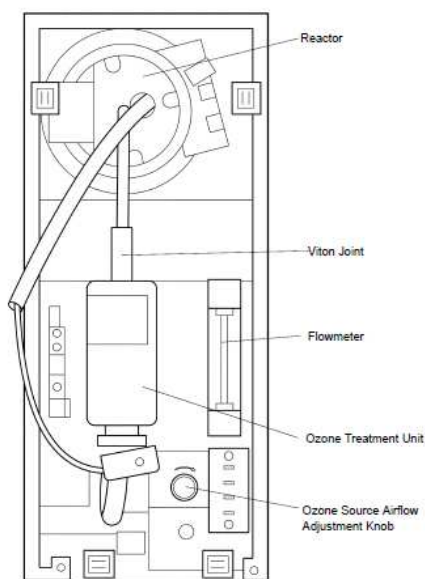

Figura 4.3.2 – Vista interior da unidade TNM - 1.
Na Figura 4.3.2 estão detalhados o interior da unidade de TN, como a unidade de tratamento de ozônio, reator, medidor de fluxo, botão de ajuste do fluxo de ar da fonte de ozônio.
3. Verificar se o fluxo de ozônio indicado no medidor da unidade de TN, mostrado nas Figuras 4.3.1 e 4.3.2 indicam um valor de $500 \text{ mL}\cdot\text{min}^{-1}$. Caso necessite de ajuste, basta fazê-lo pelo botão de ajuste de fluxo, mostrado na Figura 4.3.2.